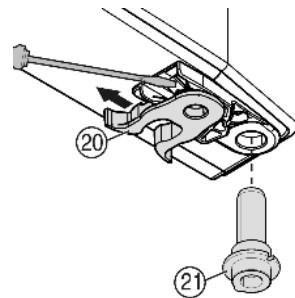

Fig. 9
- переставить пружинный зажим Fig. 9 (20): Нажмите вниз язычок защелки, снимите с него пружинный зажим.
- Извлеките опорный палец Fig. 9 (21) из втулки двери и вставьте вместе с шайбами на противоположную сторону. Язычок защелки должен быть направлен к внутренней стороне двери, паз — к внешней стороне.
- Поверните нижнюю часть двери и вставьте опорный палец Fig. 9 (21) в опорный кронштейн. При необходимости покрутите опорный палец, чтобы он смог заскочить.